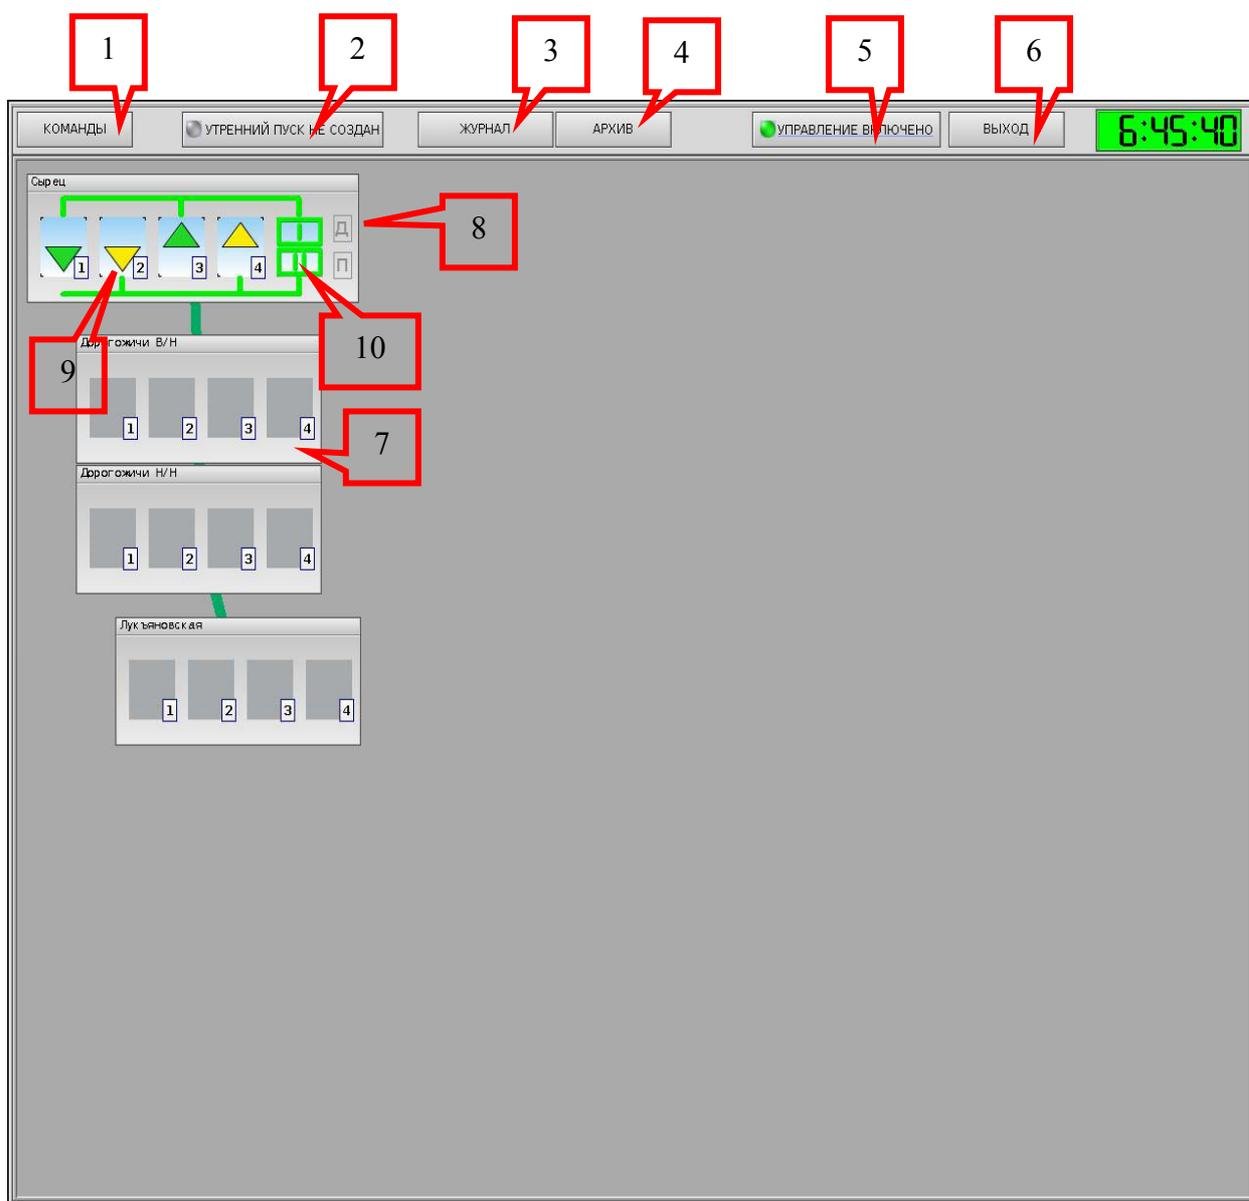
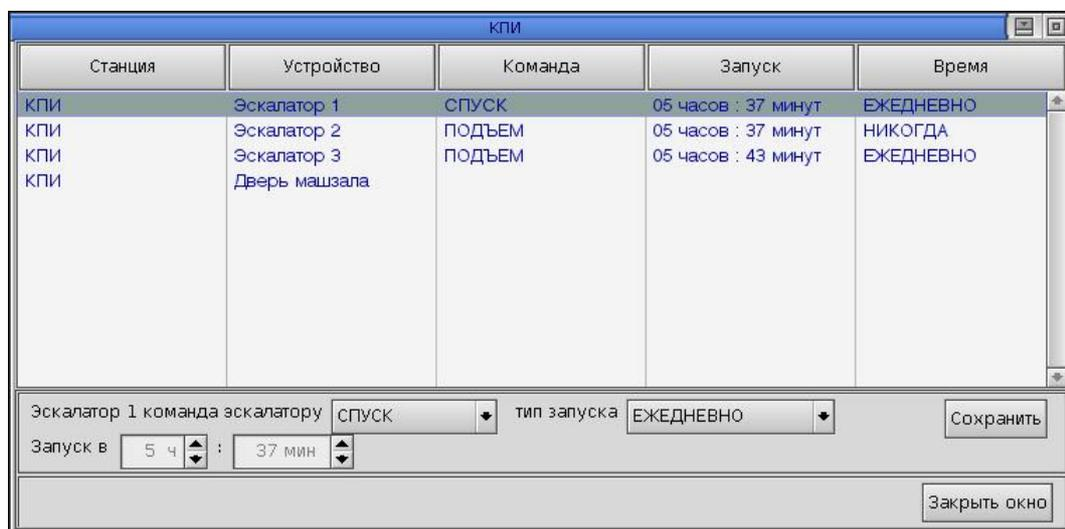
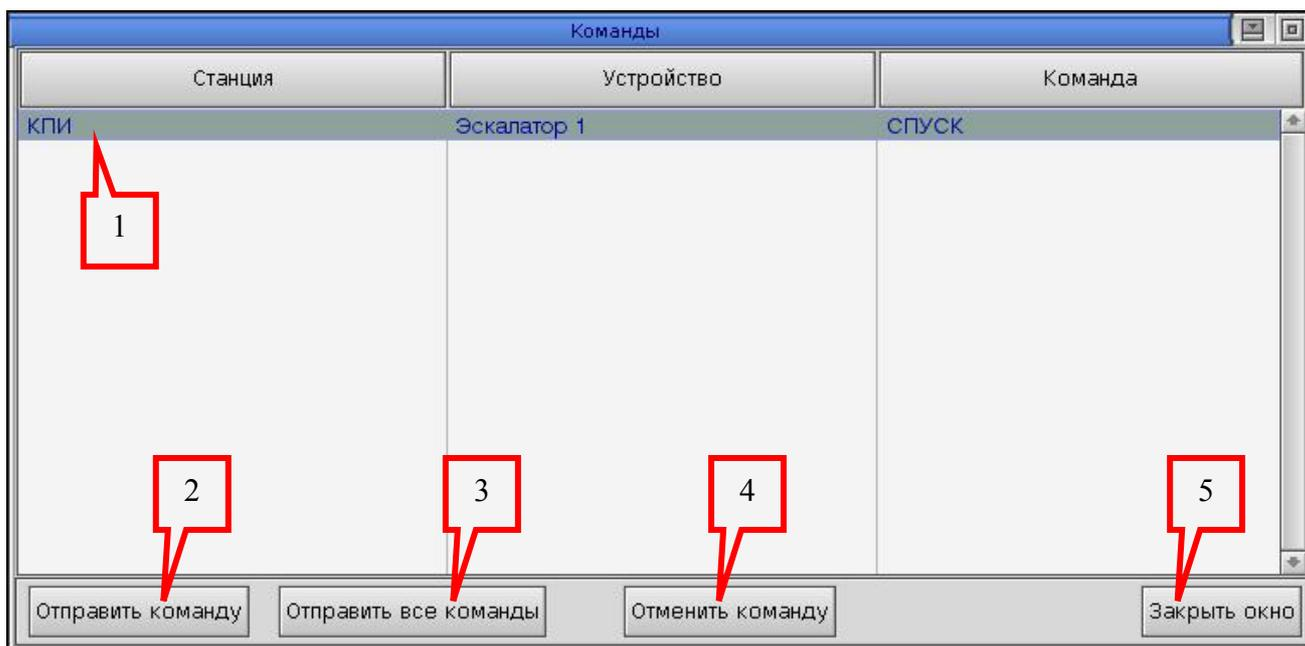

Рисунок 2 Вид главного окна программы АРМ диспетчера в режиме отображения мнемонической схемы устройств эскалатора
Рисунок 3 Просмотр состояния устройств станции
Рисунок 4 Диалоговое окно команд устройствам
После включения компьютера и загрузки операционной системы происходит запуск программы АРМа диспетчера в режиме отображения структурной схемы эскалаторов (рисунок 2).
- «КОМАНДЫ» (рисунок 2 поз. 1) – вызов диалогового окна подтверждения или отмены команд, отправляемых устройствам.
- «УТРЕННИЙ ПУСК» (рисунок 2 поз. 2) – вызов окна утреннего пуска эскалаторов (рисунок 2 поз. 10).
- «ЖУРНАЛ» и «АРХИВ» (рисунок 2 поз. 3 и 4) – показ окна текущих и архивированных сообщений.
- «УПРАВЛЕНИЕ» (рисунок 2 поз. 5) – вызов окна ввода пароля включения/отключения возможности управления оборудованием.
- «ВЫХОД» (рисунок 2 поз. 6) - выход из программы.
Полная структурная схема линии метрополитена содержит мнемонические обозначения станций (рисунок 2 поз. 7) с расположенными на них эскалаторами (рисунок 2 поз. 9) либо ШАВРами (рисунок 2 поз. 10) и прочими контролируемыми устройствами, такими как дверь машзала (рисунок 2 поз. 8) либо пожарная сигнализация. Знак эскалатора может иметь вид зеленых стрелок, что указывает на направления движения эскалатора, либо желтых стрелок, что указывает на приоритетное направление движения находящегося в режиме останов эскалатора если знак эскалатора имеет вид красной перечеркнутой окружности красного цвета, это означает, что связь с эскалатором в данный момент утеряна. Если происходит обрыв блокировочной цепи эскалатора, рядом со знаком эскалатора принимает вид буквы «Б». Запись о причине остановки заносится в журнал работы системы, обозначение блокировочной цепи, которая сработала, можно посмотреть в расширенной информации о состоянии эскалатора.
Для ускорения доступа к устройствам все устройства системы сгруппированы по станциям, на которых они расположены. Чтобы изменить параметры устройства, необходимо произвести нажатие левой кнопки манипулятора мышь на условном обозначении станции на схеме (рисунок 2 поз. 7) При этом появится окно конфигурации устройств станции (рисунок 3). В нем можно изменить параметры устройств. Для того, чтобы появились параметры соответствующего устройства, необходимо произвести на соответствующем устройстве щелчок левой кнопкой мыши.
При нажатии на кнопку «КОМАНДЫ» главного окна программы (рисунок 2 поз 1) появляется окно диалога подтверждения/отмены команд устройствам (рисунок 4).
- Списка команд, готовых к отправке устройствам (рисунок 4 поз 1) – в данном случае ни одна команда из списка не выбрана;
- Кнопки «Отправить команду» (рисунок 4 поз 2) для отправки **выбранной** команды устройству;
- Кнопки «Отправить все команды» (рисунок 4 поз 2) для отправки **всех** команд устройству;
- Кнопки «Отменить команду» (рисунок 4 поз 4) для отмены **выбранной** команды устройству;
- Кнопки «Закрыть окно» (рисунок 4 поз 5) для закрытия окна команд.
Главное окно программы содержит кнопку управления утренним пуском эскалаторов (рисунок 2 поз 2). Эта кнопка выглядит по-разному в зависимости от состояния списка команд утреннего пуска. Если список команд не создан, индикатор на кнопке серого цвета и надпись на кнопке – «УТРЕННИЙ ПУСК НЕ СОЗДАН». Если список команд утреннего пуска создан, но не утвержден, индикатор на кнопке
При нажатии на кнопки «ЖУРНАЛ» (рисунок 2 поз 3) или «АРХИВ» (рисунок 2 поз 4) главного окна программы появляется окно просмотра сообщений системы. При нажатии кнопки «ЖУРНАЛ» показываются текущие сообщения системы, а при нажатии кнопки «АРХИВ» события архива из одного из файлов (по выбору пользователя).